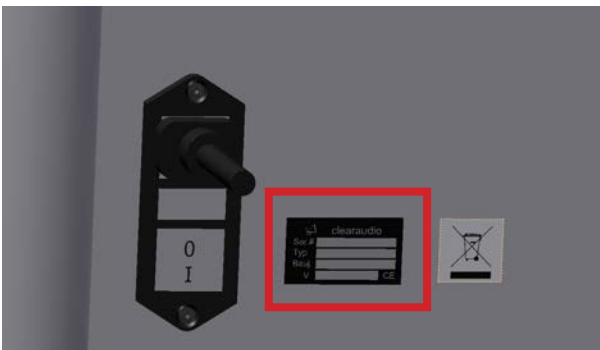

Abb. 1: Typenschild auf der Rückseite
**Die Spannungsangaben beziehen sich auf EU-Länder mit Schuko Stecker im 230V Netz. In anderen Ländern können die Spannungsangaben und / oder / sowie die Anschlussleitungsart variieren z.B. USA 115V /60Hz. Die korrekte Betriebsspannung können Sie dem Typenschild (Abb. 1) auf der Rückseite des Gerätes entnehmen.**